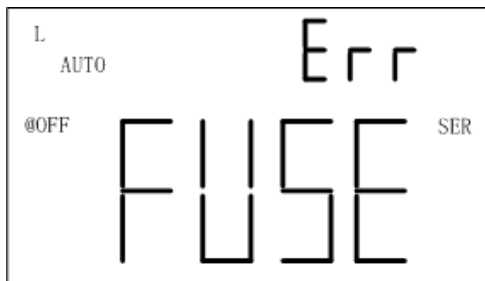
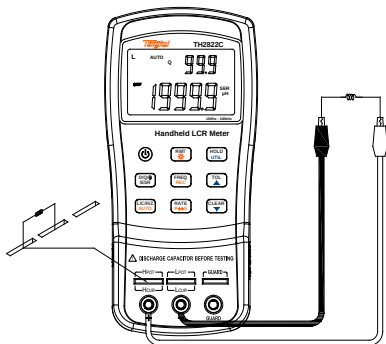
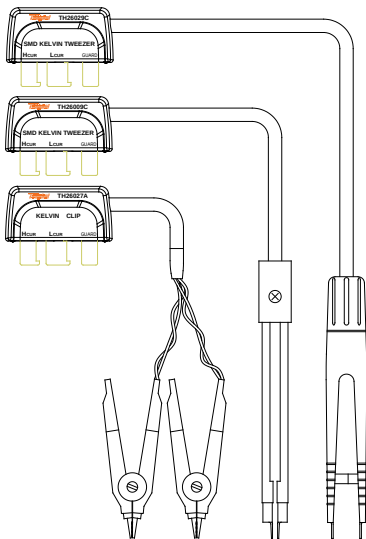
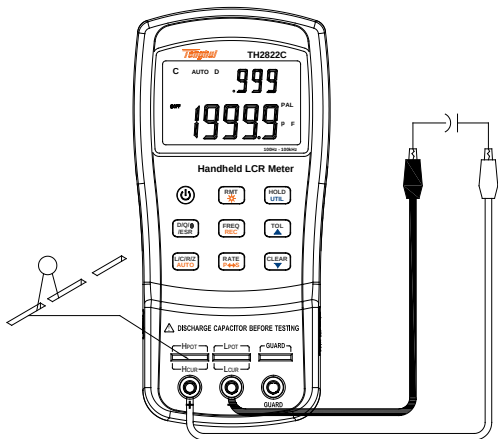

图 11 – 熔丝熔断
图12 – 电感测量
图13 – 四端测试附件
图 14- 电容测量
3. 将电感插入测试槽，或选用合适的测试附件（橡胶插头-鳄鱼夹，测试夹或**SMD**测试钳等）接入被测电感。如图11，图12为可选用的四端测试附件。
3. 将电容插入测试槽，或选用合适的测试附件（橡胶插头-鄂鱼夹，测试夹或SMD测试钳等）接入被测电容。如图13，图12为可选用的四端测试附件。
3. 将电阻插入测试槽，或选用合适的测试附件（橡胶插头-鄂鱼夹，测试夹或SMD测试钳等）接入被测电感。如图14，图12为可选用的四端测试附件。
3. 将阻抗元件（电阻，电容，电感）插入测试槽，或选用合适的测试附件（橡胶插头-鳄鱼夹，测试夹或SMD测试钳等，如图12）接入被测电感。